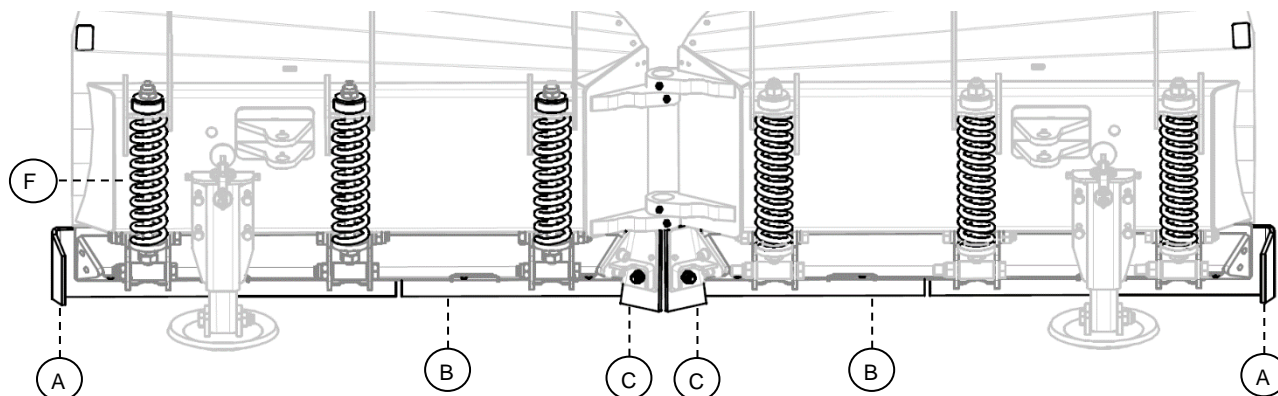

Bild.13
VPX plogen är utrustad med följande slitstål (A, B, C – se Bild.13.). Slitstålen är fjädrande(F) och vändbara. De yttre slitstålen(A) har en bockad kant vilket minskar risken för fastkörning i hinder. De avfjädrade slitstålen minskar skador vid påkörning. Standard slitstålen kan vändas genom att skifta vänster-höger.